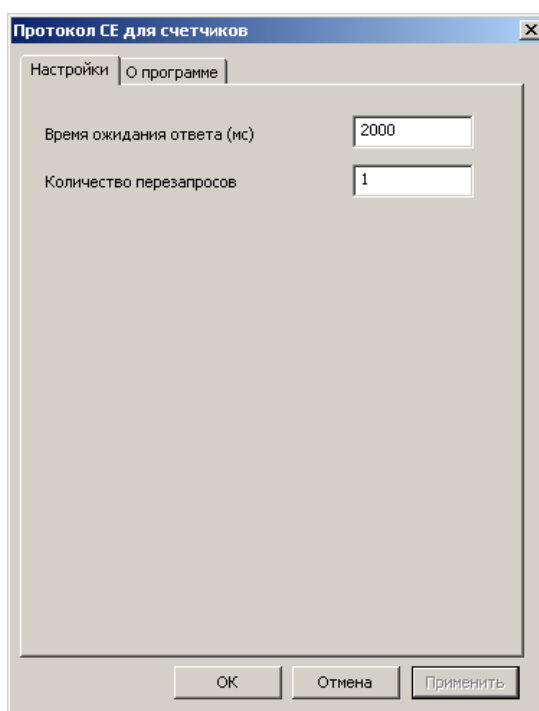

Рисунок 27 – Настройки протокола обмена
5.2.13 В разделе авторизация установить адрес компьютера равный 253, адрес устройства равный сетевому адресу счетчика (5 последних цифр серийного номера) и пароль доступа. Нажать на кнопку «Авторизация» (см. рисунок 27).